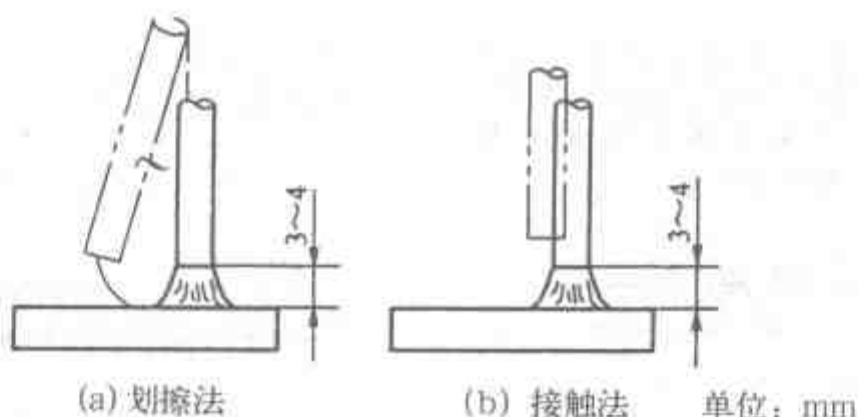

图 2-31 电弧的引燃方法
(1) 划擦法。先将已接通电源的焊条前端对准焊缝，然后将手腕扭转一下，与划火柴动作相似，使焊条在焊缝表面上划擦一下（长度约 20mm），使焊条前端落入焊缝范围，并将焊条提起 3~4mm 左右电弧即可引燃。接着应立即控制使弧长保持在与焊条直径相应的范围内，并运条焊接，如图 2-31（a）所示。
(2) 接触法。接触法的动作如图 2-31（b）所示，先将已接通电源的焊条前端对准焊缝，然后用腕力使焊条轻碰一下焊件表面，再迅速将焊条提起 3~4mm 即可引弧。其电弧长度的控制与划擦法相同。